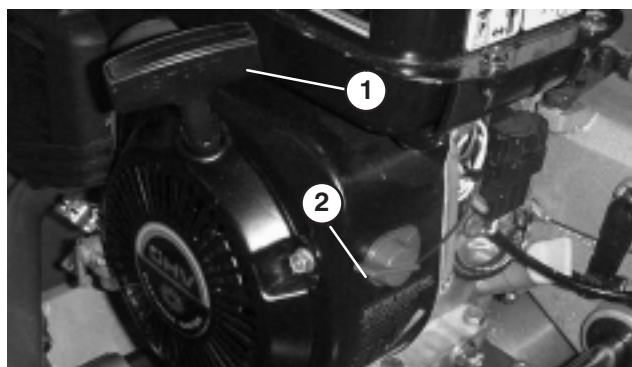

Figure 25
Tirez sur le lanceur (Fig. 25) pour mettre le moteur en marche.
La commande marche/arrêt (Fig. 25) se trouve à l'arrière du moteur. Placez la commande à la position marche pour mettre le moteur en marche et à la position arrêt pour l'arrêter.
3. Déplacez la commande marche/arrêt (Fig. 25) à la position de marche.